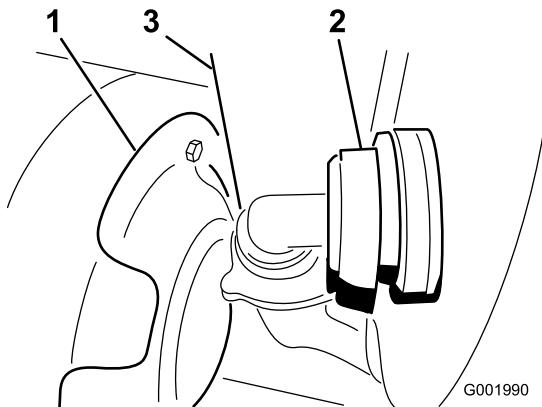

Figura 56
- Scollegate il flessibile situato sulla parte anteriore del serbatoio, in basso (Figura 56).
Nota: All'occorrenza, mentre rimuovete il carter spingete indietro lo schermo termico (Figura 56).
7. Collegate il flessibile alla parte anteriore del serbatoio (Figura 56).